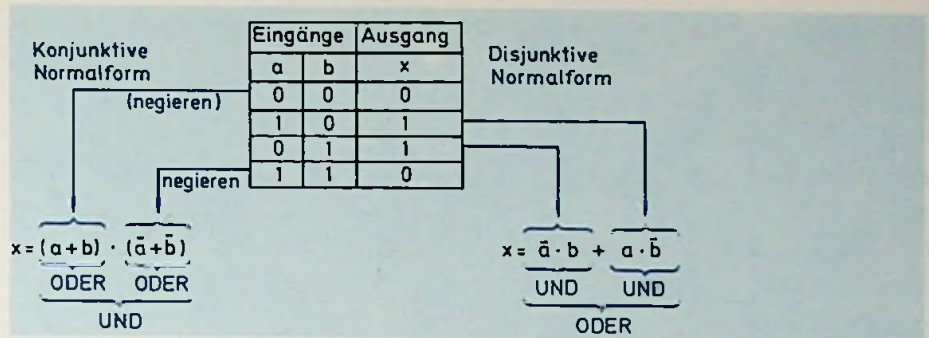

Bild 1.3.1: Ermittlung schaltalgebraischer Formeln aus der Wahrheitstabelle
1. Beispiel: Ein elektronisches Schaltnetz hat zwei Eingänge a und b sowie einen Ausgang X. Gefordert ist, daß am Ausgang nur dann ein Signal 1 vorhanden sei, wenn ein einzelner Eingang das Signal 1 erhält. Dagegen soll das Ausgangssignal 0 werden, wenn kein Eingang oder beide Eingänge das Signal 1 erhalten. Diese Forderung stellen wir zunächst in einer Schaltzustandstabelle (Wahrheitstabelle) zusammen, die 2ⁿ Zeilen aufweisen muß. Darin ist n die Anzahl der Eingänge. Da wir in unserem Falle zwei Eingänge haben, brauchen wir 2² = 4 Zeilen (Bild 1.3.1).
Zur konjunktiven Normalform gelangt man auch auf direktem Wege, wenn man aus der Wahrheitstabelle die Zeilen herauszieht, deren Ergebnisse Null sein müssen, ihre Eingangsvariablen negiert und/oder verknüpft. Die Teilergebnisse der einzelnen Zeilen werden dann über UND-Verknüpfungen zusammengefaßt (Bild 1.3.1).